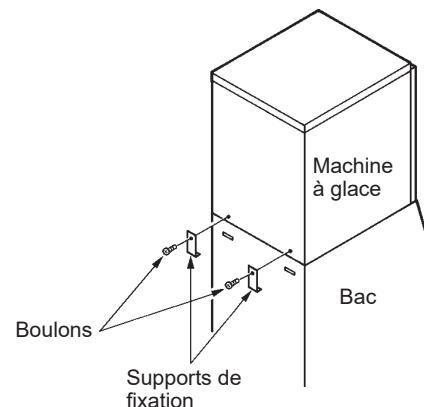

**Fig. 3**
- 1) Visser à fond les quatre pieds fournis (accessoires du bac) au dessous du bac de stockage. Voir Fig. 3.